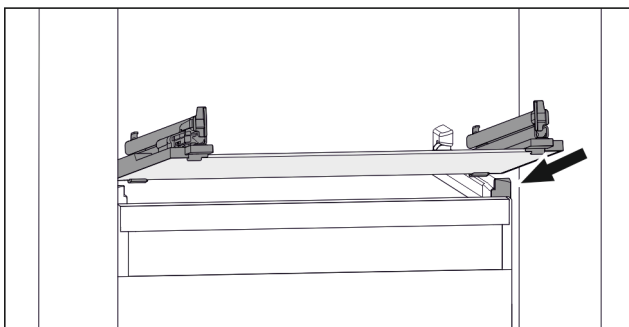

Fig. 54 Ilustración ejemplar de la placa de cristal
- Encaje la placa de cristal en posición inclinada por detrás de los topes. (consulte Fig. 54)